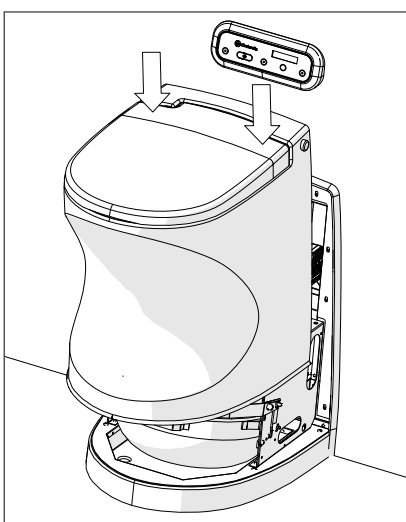

Fig. 7
10. Abaisser la coque en appuyant des deux mains sur la partie arrière du haut du couvercle des toilettes (fig. 7). Veiller à ce que le châssis intégré dans la cloison (le bord blanc) soit bien appuyé contre le bord de la coque.